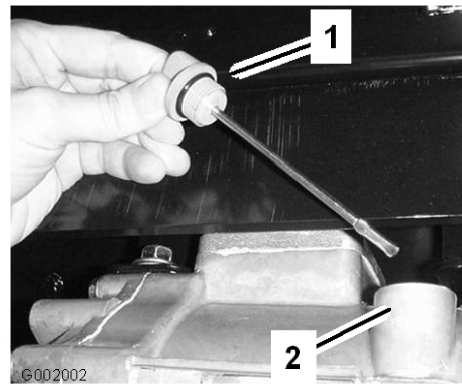

図 64
2. トランスアクスルのディップスティックを抜き、ウェスで一度きれいに拭く（図 64）。